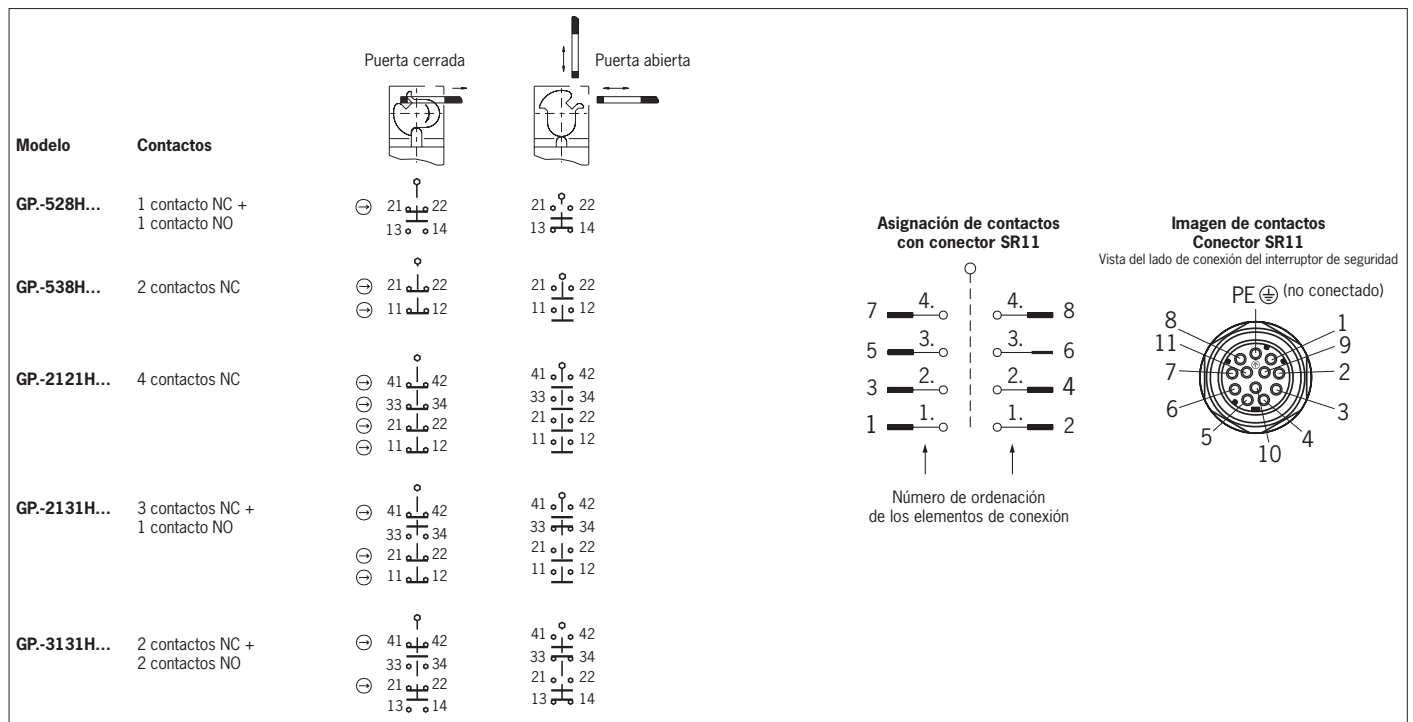

Figura 3: Elementos interruptores y funciones de conmutación
Debe usarse como mínimo un contacto (→). Este señala la posición del resguardo (para la asignación de contactos, consulte la Figura 3).
3. Apriete las conexiones y bornes con 0,5 Nm (para la asignación de contactos, consulte la Figura 3).